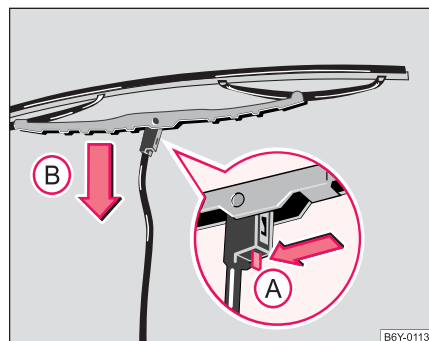

Abb. 40 Scheibenwischerblatt für Frontscheibe
- Klappen Sie den Scheibenwischerarm von der Scheibe weg und stellen Sie das Wischerblatt rechtwinklig zum Wischerarm ⇒ Abb. 40. ▶